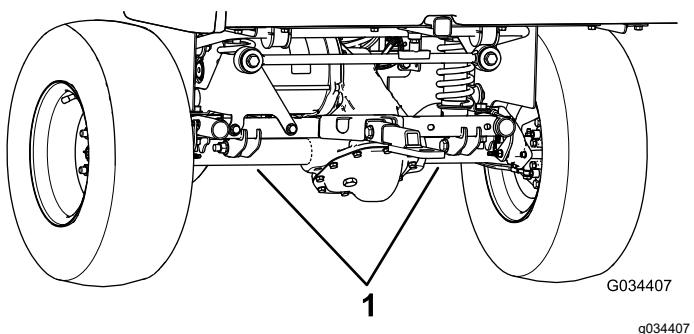

Figure 24
- Le point de levage arrière est situé sous les tubes d'essieu (Figure 24).